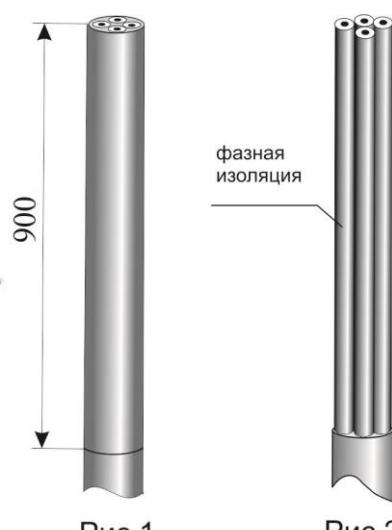

Рис.3
3. Надвинуть трубы ТУТ для изолирования жил кабеля и усадить, начиная от корешка разделки, равномерным прогревом пламени газовой горелки. Пламя горелки должно быть размытым, желтоватого цвета (Рис.3).